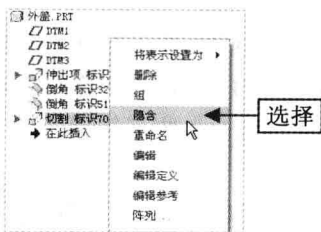

图 7-2 选择“隐舍”命令
Step 02 在模型树中选择“倒角 标识 266”选项, 单击鼠标右键, 在弹出的快捷菜单中选择“隐含”命令, 如图 7-2 所示。